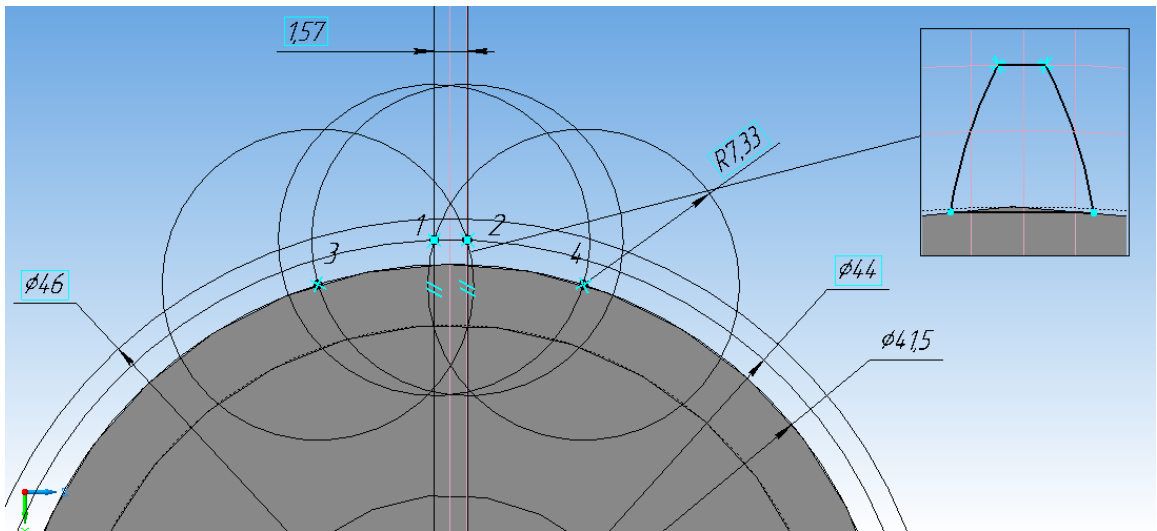

Рисунок 105.
4. Выберите торцевую плоскость поводка с обратной стороны и постройте на ней эскиз (рисунок 105) согласно схеме и нашим расчетам. Линии построения создавайте стилем – «Вспомогательной», а контур зуба – «Основной».